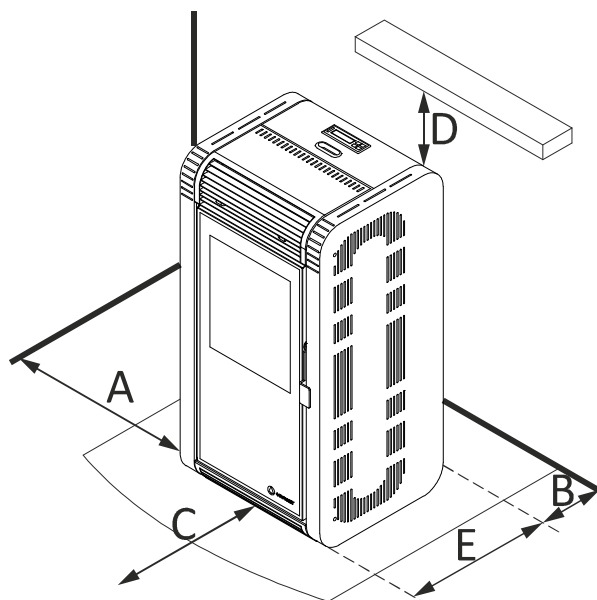

Figura 3
- 4.19.** Compruebe los espacios entre la estufa, el combustible y cualquier tipo de material inflamable, ver *figura 3.*